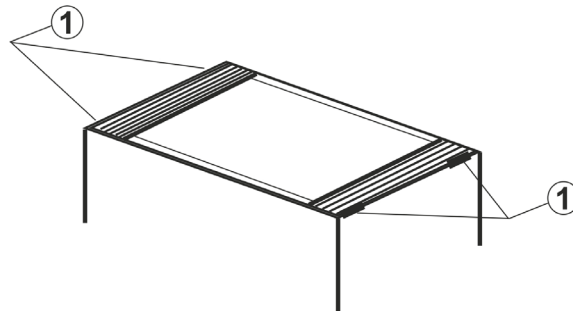

Fig. 4: Sostituzione delle batterie interne
2. Rimuovere le alette poste sulla faccia inferiore dello strumento, facendo leva nei punti indicati (1) e svitare le 4 viti di fissaggio (vedere la Fig. 4)